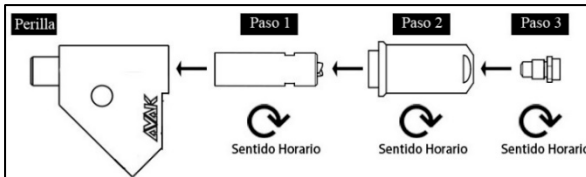

Figura 1: Instalación de accesorios para colocar remaches
2. Instale los accesorios según se ilustra en la **Figura 1**. Fije los accesorios aplicando una rotación correcta según la ilustración que aparece debajo de cada accesorio.